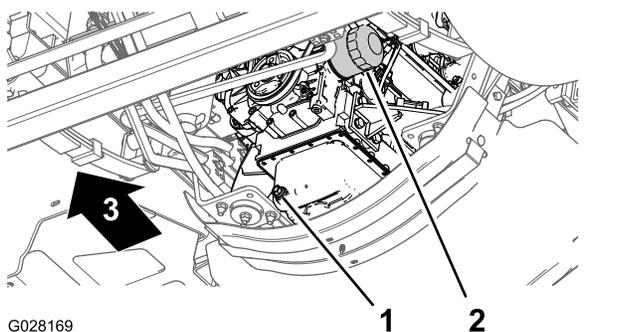

Figura 71
3. Coloque un recipiente de drenaje debajo del filtro de aceite del motor (Figura 71).
4. Retire el filtro de aceite usado (Figura 71).
8. Instale el filtro de aceite en el adaptador de filtro, gire el filtro de aceite en sentido horario hasta que la junta de goma entre en contacto con el adaptador del filtro, luego apriete el filtro media vuelta más (Figura 71).
1. Coloque un recipiente debajo del tapón de vaciado (Figura 71).
2. Retire el tapón de vaciado (Figura 71) y deje que el aceite se drene completamente.